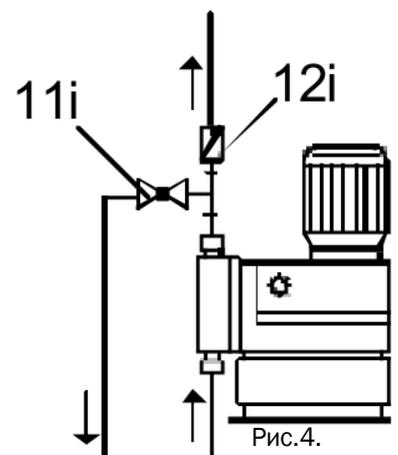

Рис.4.
- Для облегчения деаэрации дозирующей головки установите шаровой клапан (11i) с байпасной линией (назад в дозирующий бак) непосредственно после нагнетательного клапана (рис. 4).
- В случае длинных нагнетательных линий, установите в нагнетательную линию обратный клапан (12i) (рис. 4).